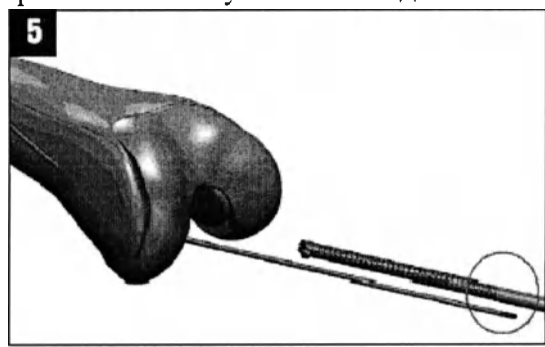

Рисунок 5.
8. Установите спиценаправитель VersiTomic таким образом, чтобы открытый проксимальный участок был длиннее гибкой части римера гибкого VersiTomic (рисунок 5).